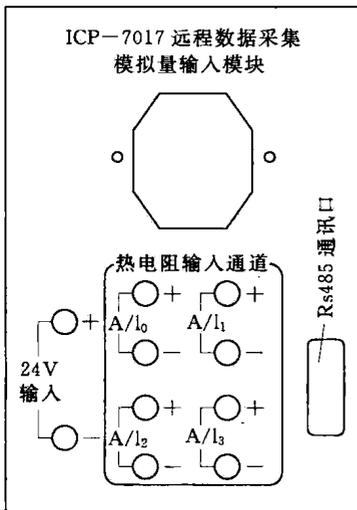

图 1.7
(1) ICP—7017。8 通道模拟量输入模块。面板如图 1.7 所示，ICP—7017（8017）提供了 4 通道的输入端口。每一通道根据功能表（表 1.2）可输入允许范围的电压或电流，支持 485 通信。